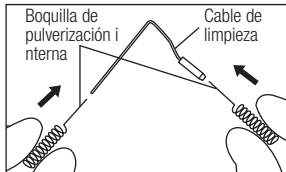

Fig. 13
- 1) Limpie el interior de la boquilla de pulverización interna y/o la boquilla de pulverización externa con el cable de limpieza. (Fig. 13, 14)